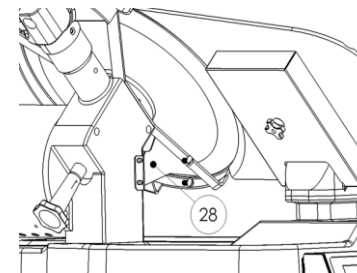

FIG 13. DISASSEMBLY SLICE DEFLECTOR
F. SLICE DEFLECTOR (See Fig. 13).